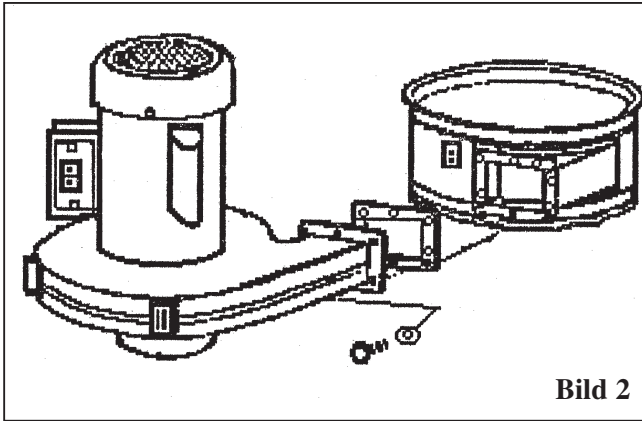

Bild 2
2. Tilpas filterhusets indgang ind med blæserhusets udgang, sæt pakningen imellem, skru dem sammen med 6 bolte. (Bild. 2)